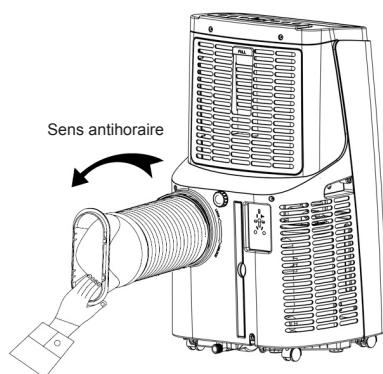

FIG. 3
- 2) Raccordez le tuyau d'échappement à l'évent d'échappement d'air situé à l'arrière de l'appareil. Enfoncer puis tourner dans le sens inverse des aiguilles d'une montre (voir figure 3).